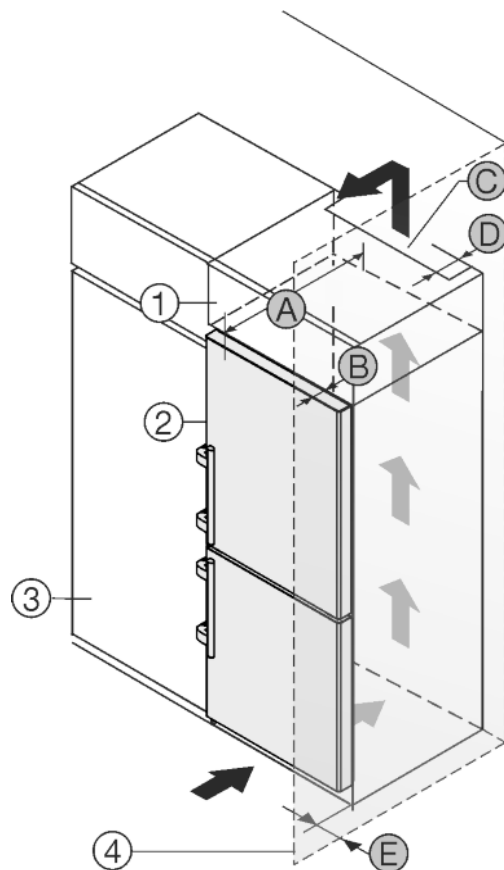

Fig. 47
Пристрій можна комбінувати з кухонними шафами. Для того, щоб пристрій *Fig. 47 (2)* вирівняти по висоті кухонної секції, на пристрій можна встановити антресольну секцію *Fig. 47 (1)*.
Пристрій можна встановлювати безпосередньо поряд з кухонною шафою *Fig. 47 (3)*. Для повного відкриття дверей пристрій повинен виступати на глибину *Fig. 47 (B)* відносно передньої панелі кухонної шафи. Залежно від глибини кухонних шаф та використання пристінних розпірок пристрій можна встановити так, щоб він виступав вперед.
- Задня сторона антресольної шафи повинна мати вентиляційний канал глибиною Fig. 47 (D) вздовж всієї ширини шафи.
- Під стелею приміщення слід дотримуватися поперечного перерізу вентиляційного відведення повітря Fig. 47 (C).
Якщо пристрій з шарнірами встановлюється поряд зі стінкою Fig. 47 (4), то між пристроєм та стінкою слід додержуватися відстані Fig. 47 (E). Це відповідає виступу ручки при відкритих дверцятках.